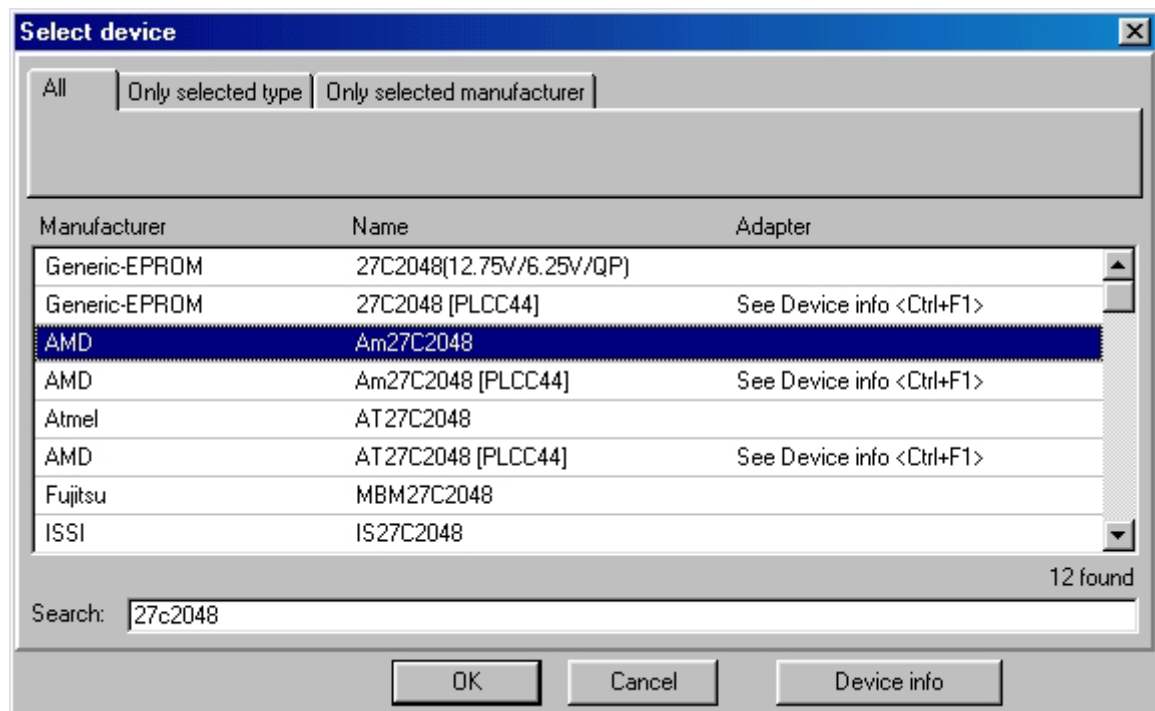

FIGURA 12: SELEZIONE DISPOSITIVO
- Scegliete il dispositivo che volete programmare sia tramite il menu Device/Select sia tramite la combinazione di tasti <Alt+F5> (premete <F5> mentre tenete il tasto Alt premuto). Si faccia riferimento alla figura 12.